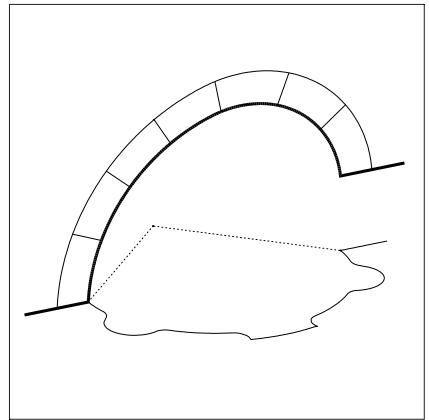

Figura 2. Sezione verticale inferiore del *trait*.
- La sezione verticale inferiore (in colore azzurro) in forma di polilinea 3D, anch'essa formata di soli segmenti rettilinei (vedi figura 2).